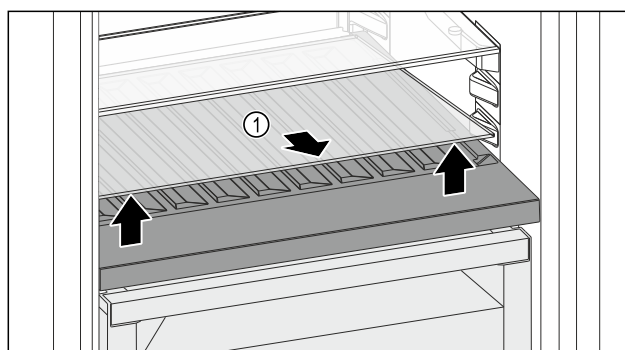

Fig. 157
- ▶ Skleněnou desku Fig. 157 (1) zvedněte za vybrání vpředu a vyjměte ji.
- ▶ Skleněnou desku Fig. 157 (1) uložte bezpečně mimo spotřebič.